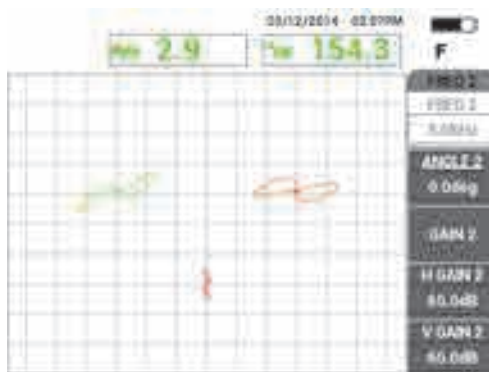

Рис. 5-135 Сканирование сквозного отверстия
2. Медленно просканируйте самое маленькое сквозное отверстие, используя педаль ERASE для очистки экрана. При отображении сигнала отверстия на экране NORTEC 600 нажмите клавишу FREEZE (). См. Рис. 5-135 на стр. 229.